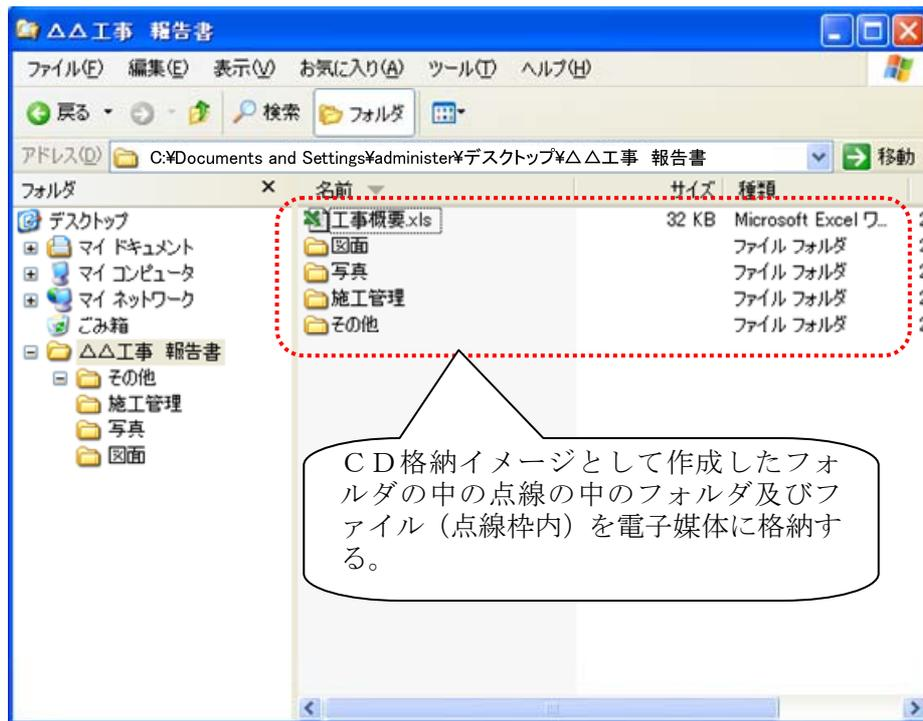

図 2-13 電子成果品のCD格納イメージ (パソコンの画面例)
- ・ パソコンのハードディスク等に新たにフォルダを作成し、「2.5 電子成果品の作成」に従って作成した「工事概要」「図面」「写真」「施工管理」「その他」等のファイル及びフォルダを格納する。(図 2-13 参照)